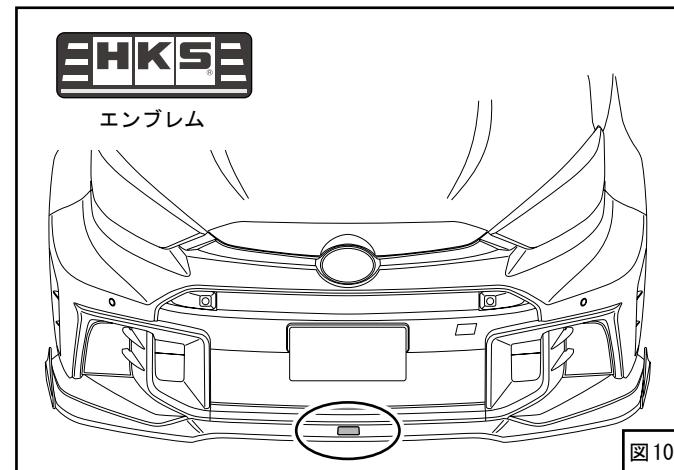

図10
(12) 両面テープの剥離紙を切れないようにゆっくりと剥がし、フロントspoイラーを押し当てながら両面テープを貼付けてください。
(13) 取付け状態を確認し、浮きやガタツキがないか確認してください。
(14) 貼付け箇所を脱脂してお好みでエンブレムを貼付けてください。(図10)
推奨位置を図10にて示します。